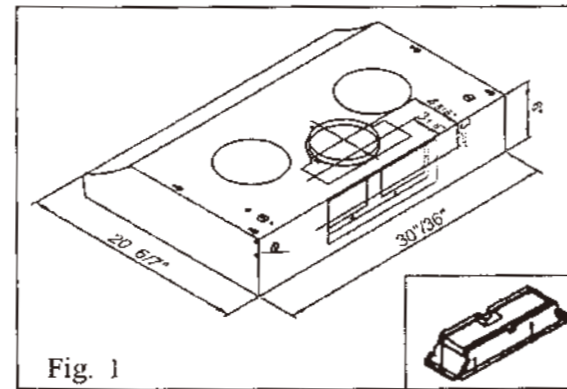

Fig. 1
- Détails des dimensions.(Fig.1)